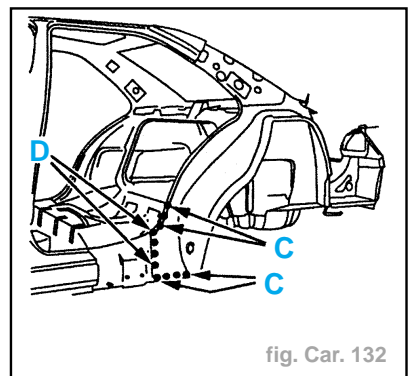

fig. Car. 132
- Souder par points électriques (suivant C) (avec l'équipement : AB1) (fig. Car. 132).